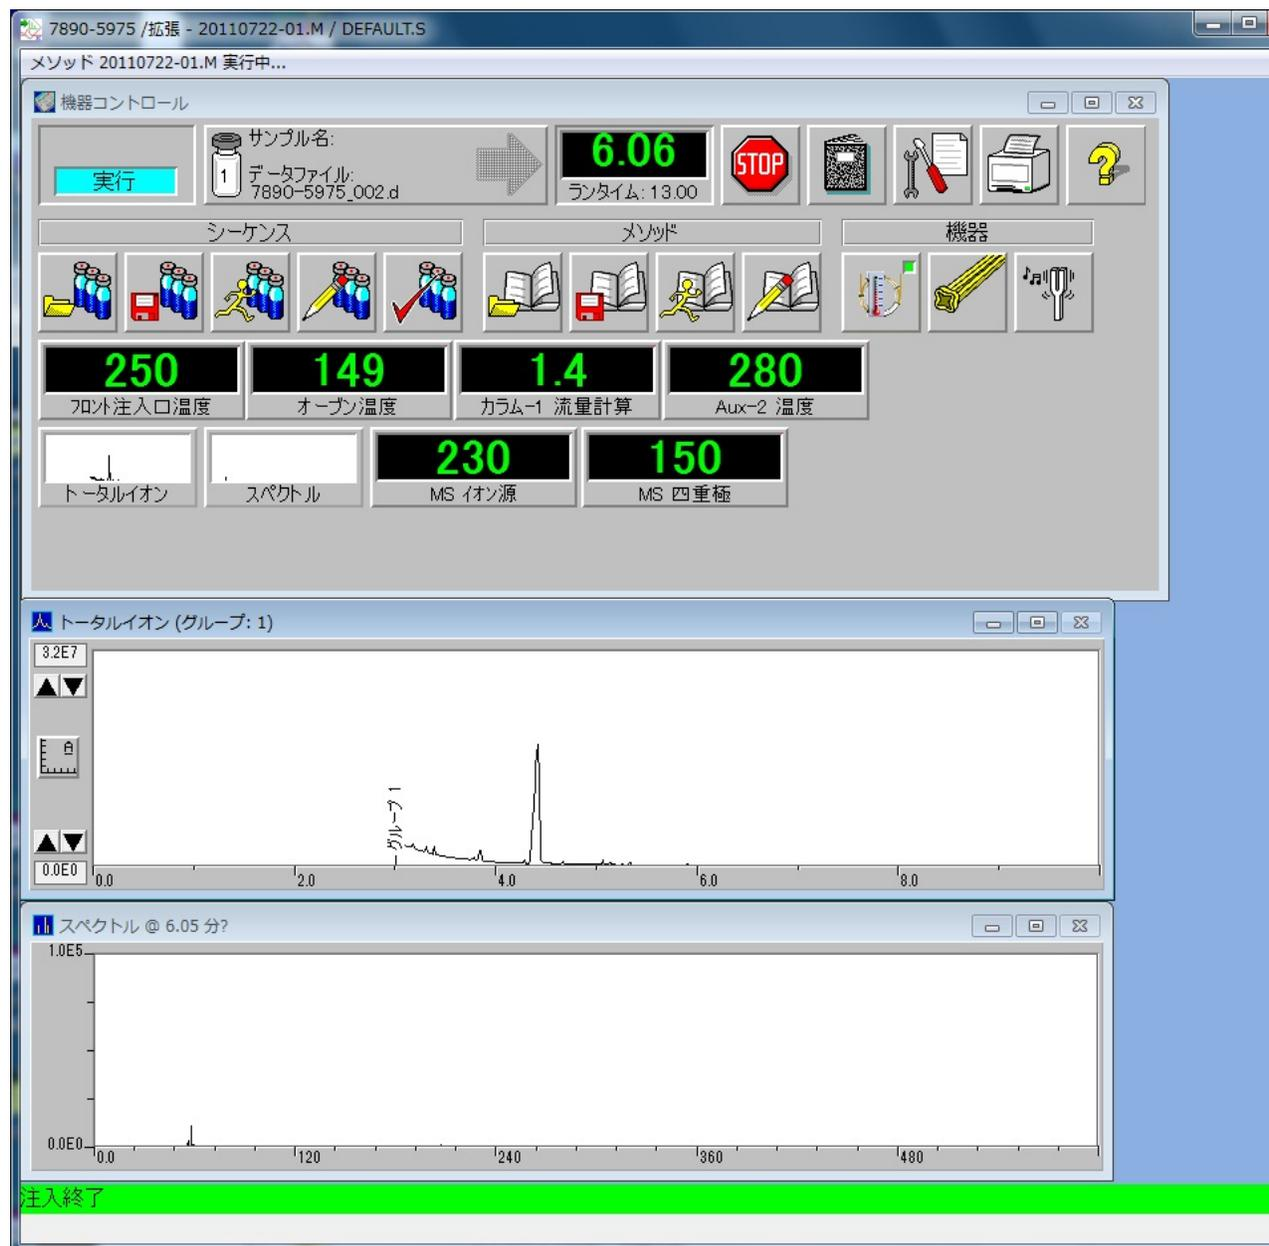

図 30 シングルサンプル分析中の [機器コントロール] ウィンドウ
- 5 機器がレディの場合 (左上隅のインジケータが緑色になり、[待機] と表示されている場合)、[OK & メソッド実行] を選択するとダイアログボックスが閉じ、分析が開始されます。図 30 (60 ページ) を参照してください。